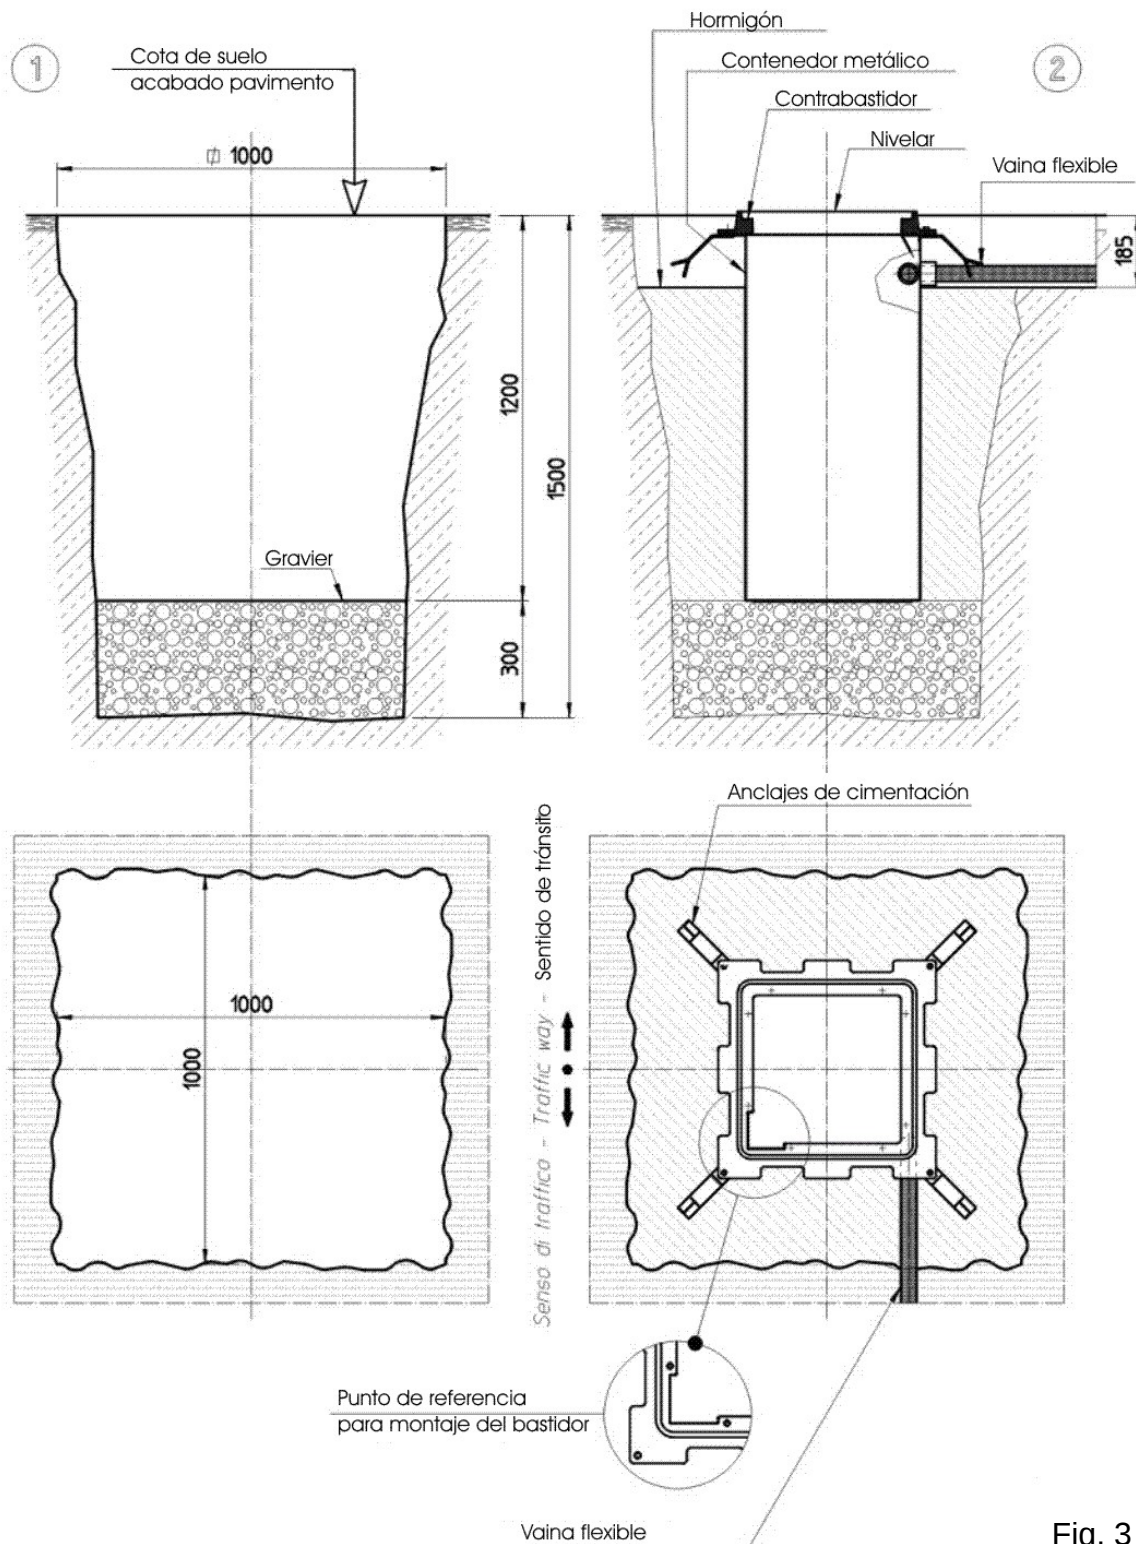

Fig. 3
- 7) Vierta hormigón en torno a la arqueta hasta a unos 10cm del suelo acabado, asegurándose de que los anclajes suministrados en dotación a la arqueta estén correctamente colocados. Una vez colocada la arqueta, realice el acabado del pavimento con el mismo tipo de material (fig. 3 y fig. 4).